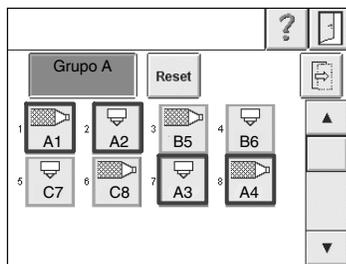

Fig. 4-45
2. Marque os canais, que devam pertencer ao grupo, premindo as teclas dos canais desejados. Na fig. 4-45 : canal 1, 2, 7 e 8. O contorno da tecla é mostrado na cor da tecla de grupo. Os canais são contados dentro do grupo e este número de contagem (aqui A1 a A4) surge sob o símbolo do canal.